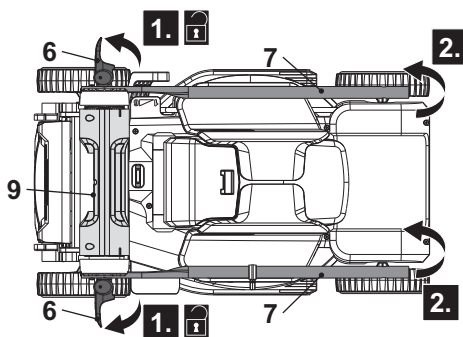

Fig. 1
1. Retirar e soltar as alavancas da pinça (6) no sentido contrário aos ponteiros do relógio nas barras inferior de pega (7), mas não as remova (Fig.1, passo 1).
2. Agarrar as barras inferiores de pega (7) e desbloqueá-las da posição de armazenamento para a posição de trabalho (Fig. 1, passo 2).